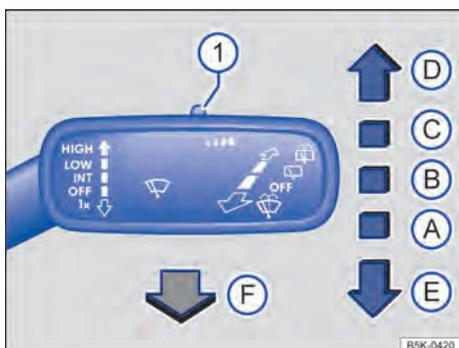

Fig. 96 À direita da coluna de direção: comandar os limpadores do para-brisa.
- Pressionar a alavanca dos limpadores do para-brisa brevemente para baixo → Fig. 96 (E).